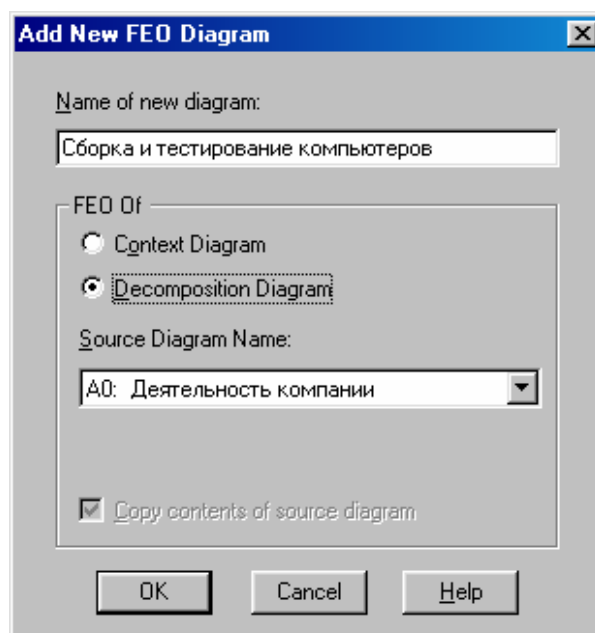

Рисунок 6.2 – Диалоговое окно *Add New FEO Diagram*
2. В диалоговом окне *Add New FEO Diagram* выберите тип и внесите имя диаграммы *FEO* (рисунок 6.2). Щелкните по кнопке **ОК**.